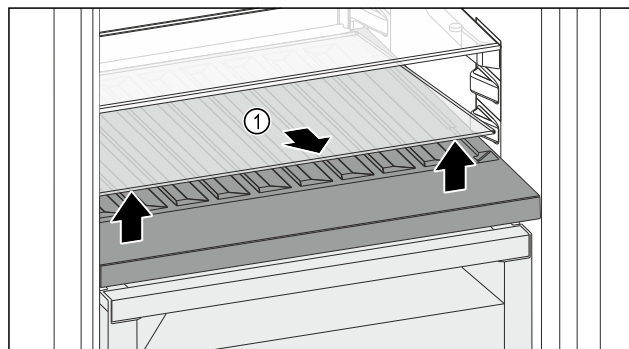

Fig. 165
- Ngrini lart përpara pllakën e xhamit Fig. 165 (1) te foleja dhe tërhiqeni jashtë.
- Ruani të sigurt pllakën e xhamit Fig. 165 (1) jashtë pajisjes.
- Vendoseni pllakën e xhamit (2) nën raftin mbajtës të ndryshueshëm të shisheve.